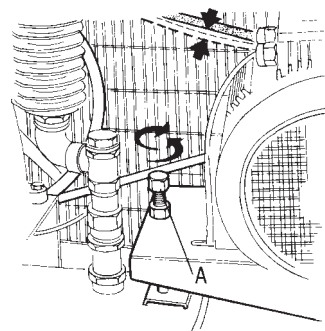

fig. 12
Si agisce sul perno filettato (A) il quale facendo alzare o abbassare la base del motore offre la possibilità di regolare la tensione della cinghia (fig. 12).